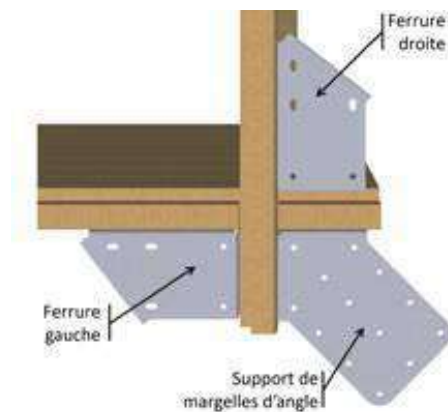

Figure 18 – Mise en place des ferrures dans les angles
- Dans les angles, montez quatre ferrures « droite » et quatre ferrures « gauche », ainsi que quatre supports de margelles d'angle, selon la *Figure 18*. Utilisez 4 vis penture torx 6 x 20 en inox A2 (sachet G) par support de margelle et 6 vis penture torx 6 x 20 en inox A2 (sachet G) par ferrure, soit un total de 64 vis.